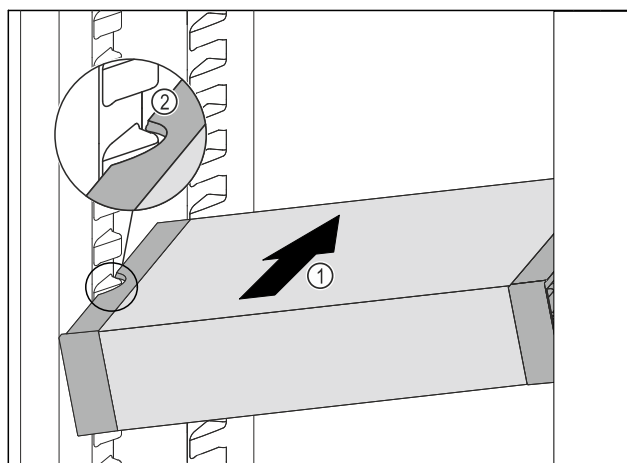

Fig. 87
- Вкарайте VarioSafe под ъгъл в хладилната част Fig. 87 (1), докато страничните прорези Fig. 87 (2) на VarioSafe се намират на височината на ребро на съда в хладилната част.